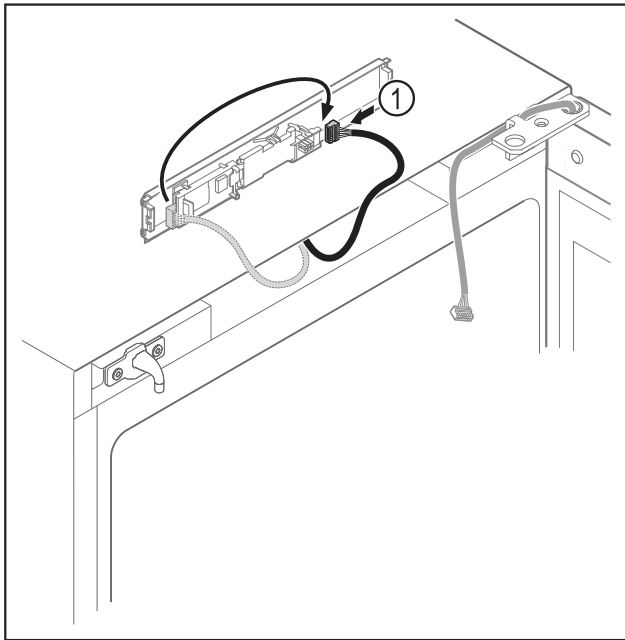

Fig. 14
- Brancher le connecteur Fig. 14 (1) de l'autre côté.